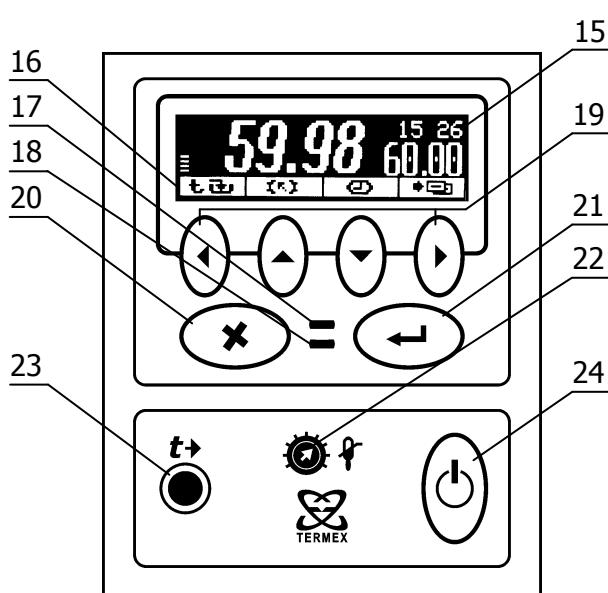

Рисунок 2 – Лицевая панель
Система безопасности блока регулирования отключает двигатель насоса и нагреватель при срабатывании хотя бы одной из защит или неисправности управляющего датчика (1.2.15). При срабатывании системы безопасности раздается звуковой сигнал, загорается индикатор 17 (рисунок 2) и на дисплей 15 выводится информация о причине неисправности.
2.3.1 После подключения сетевого кабеля к электрической сети блок регулирования переходит в режим ожидания. Подключение сопровождается кратковременной подсветкой дисплея 15 (рисунок 2).
2.3.6 Для регулировки яркости подсветки или контраста дисплея нажать кнопку 20 (X), выбрать изменяемый параметр кнопками (▲) и (▼) и установить его значение кнопками (◀) и (▶). Зафиксировать изменение нажатием кнопки 21 (↔) (рисунок 2).
2.5.6 Для выбора уставки в качестве текущей кнопками (\blacktriangle) и (\blacktriangledown) подвести к ней указатель. Значение отмеченной уставкой дублируется крупными цифрами в правой части дисплея. Для подтверждения выбора отмеченной уставки нажать кнопку 21 (\leftarrow). Для отмены выбора нажать кнопку 20 (\times) (рисунок 2).
2.5.7 Для изменения численного значения отмеченной уставкой нажать кнопку (\blacktriangleright). На рамке, обрамляющей значение уставки в правой части дисплея, появятся "засечки", указывающие на изменяемую позицию в численном значении. Цифра в отмеченной позиции мигает. Нажатиями кнопок (\blacktriangle) и (\blacktriangledown) установить требуемую цифру в отмеченной позиции. Если удерживать кнопку нажатой, значение уставки будет изменяться непрерывно. Нажатиями кнопок (\blacktriangleleft) и (\blacktriangleright) переместить отметку изменяемой позиции. Дискретность изменения значения уставки зависит от положения изменяемой позиции: если отмечена позиция десятков, то при единичном нажатии кнопки (\blacktriangle) или (\blacktriangledown) значение уставки изменится на 10 °C. Если отмечена позиция десятых долей, то значение уставки изменится на 0.1 °C соответственно. Закончить ввод нового значения уставки нажатием кнопки 21 (\leftarrow). Для возврата к значению уставки до ее изменения нажать кнопку 20 (\times) (рисунок 2).
2.6.3 При срабатывании защиты раздается звуковой сигнал и загорается красный индикатор срабатывания системы безопасности 17 (рисунок 2). Работа насоса и нагревателя будет блокирована. На дисплее отобразится текущее состояние системы защит.
2.6.5 После устранения причины срабатывания защиты или ее отключения кнопкой (►) индикатор 17 (рисунок 2) погаснет. Перевести блок регулирования в рабочий режим нажатием кнопки 21 (↔).